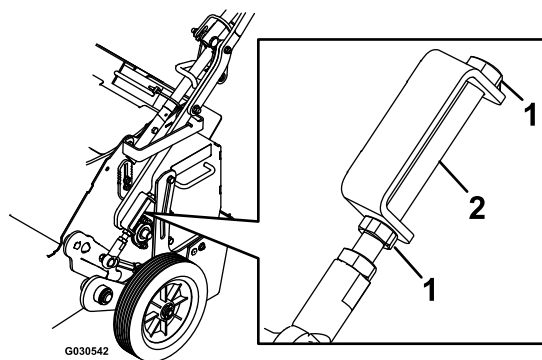

Figure 20
6. Desserrez les écrous de blocage sur le boulon de réglage (Figure 20).